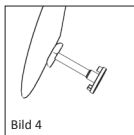

Bild 4
■ **Bild 4** Tolkens pistilliknande del fungerar inom ramen för mätningen som stöd på stigbygeln fotplatta. Den tallriksliknande delen är avsedd att ligga mot trumhinnan. Vid bestämning av proteslängd, måste hänsyn tas till tjockleken av det transplanterat (t.ex. brosskiva) som senare ska fungera som underfoder vid trumhinnan. När den optimala längden är slut bryts, kan den total protesen av rätt längd väljas/justeras.